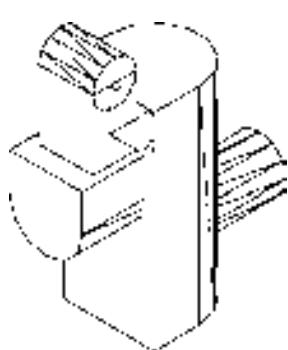

图 10-133 创建圆柱体
2) 单击“建模”工具栏中的“圆柱体”按钮, 以坐标点(-12,38,-15)为起点, 绘制半径为“12”, 高度为“30”的圆柱体。结果如图10-133所示。